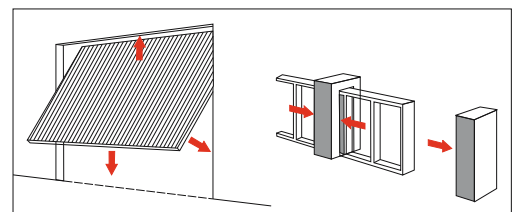

Bild 3: Typische Quetsch- und Scherstellen zwischen Torflügel und festen Gebäudeteilen.
- 4 Sind gefährliche Klemm- und Scherstellen, z. B. zwischen Torflügeln und festen Bauteilen, gesichert? (Bild 3 und 4)